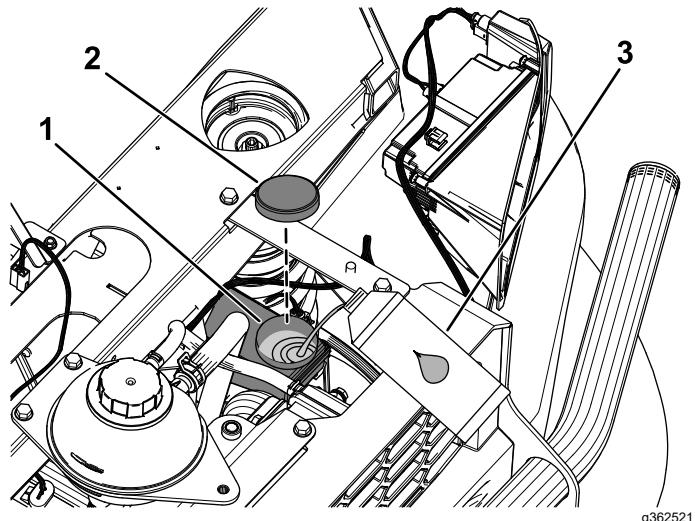

Figura 127
- A. Limpie la zona alrededor del tapón del depósito y retire el tapón (Figura 127).
- C. Coloque el tapón del depósito (Figura 127).